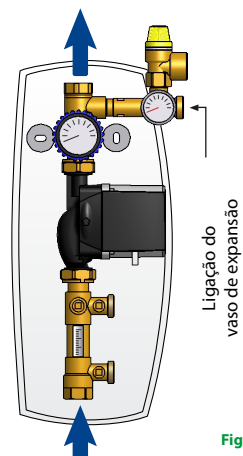

Fig. 2
- 8 - Ligue como na ilustração da fig. 2. Depois de todas as ligações, verifique se não existem fugas, e ponha o sistema sob pressão.